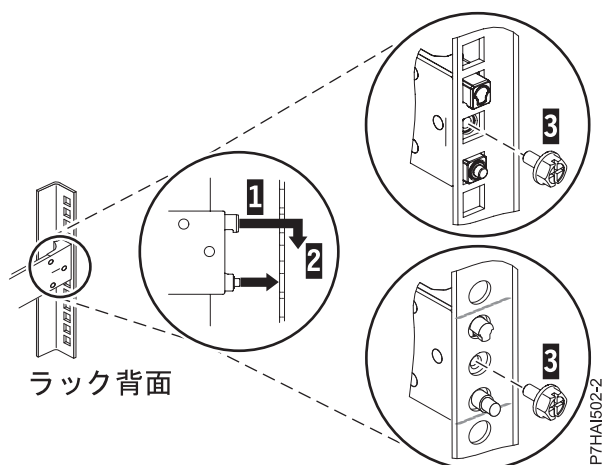

図 20. ラック背面の穴へのピンの位置合わせおよび噛み合わせ
3. スライド・レールの後部にある 2 つのピンの位置を、事前にマークを付けた、選択済みの EIA 単位の上下 2 つの穴に合わせます。スライド・レールを手前に引いて、2 つのピンをラックの穴に挿入し **(1)**、スライド・レールを下方に下げて **(2)** 上部のピンのフック機構を噛み合わせます。詳しくは、25 ページの図 20 を参照してください。次のステップに進む前に、2 本のピンがラックの穴から出ていることを確認してください。